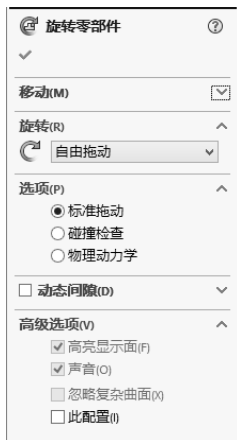
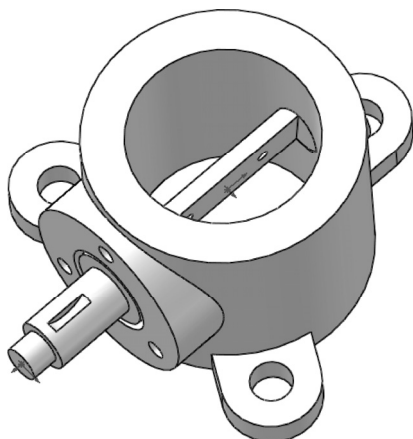

图 11-77 “旋转零部件”属性管理器
图 11-78 旋转轴
⑤单击“装配体”控制面板中的“旋转零部件”按钮，弹出图 11-77 所示的“旋转零部件”属性管理器，在“旋转”下拉列表中选择“自由拖动”选项，拖动轴绕自身轴线旋转，将轴旋转到适当位置，如图 11-78 所示。